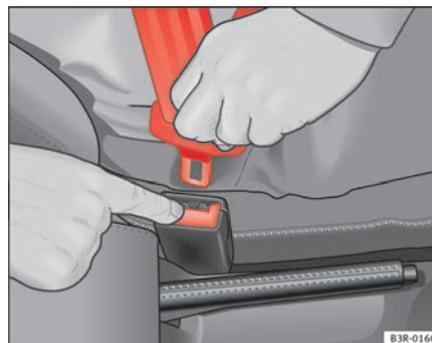

Fig. 15 Soltar a lingueta do fecho do cinto
- Prima o botão vermelho no fecho do cinto ⇒ **página 26, fig. 15**. A lingueta solta-se para fora do fecho ⇒ .